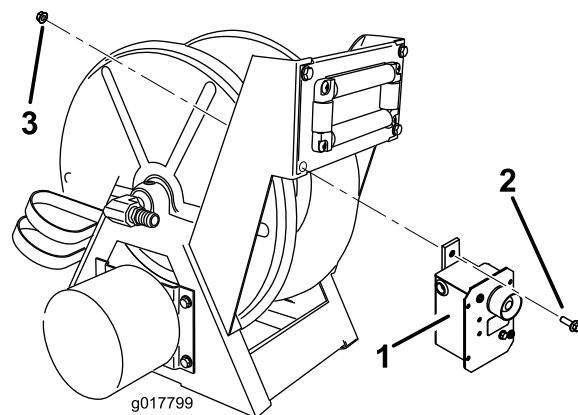

図 2
1. ホースリールの下内側のローラサポートのからボルトとナット1個ずつ（ついていれば）を外して廃棄し、空いた穴に、フランジヘッドボルト (5/16 x 1 インチ) とフランジナット (5/16 インチ) 各1個を使用して、電気ボックスを取り付ける（図 2）。